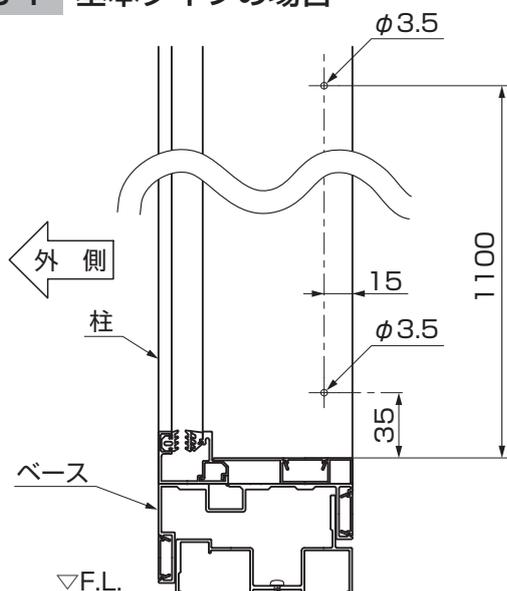
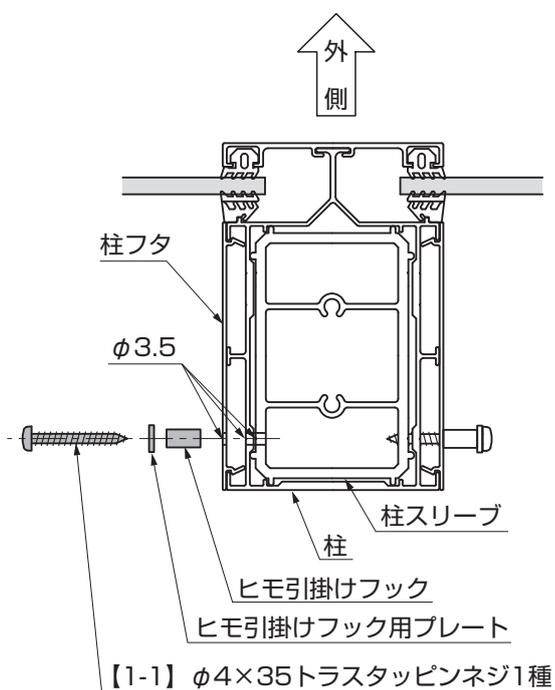

図3-1
図3-2
- ① 柱フタ、柱、柱スリーブに、 $\phi 3.5$ の穴をあけてください。(図3-1、図3-2参照)
- ② ヒモ引掛けフック、ヒモ引掛けフック用プレートを柱に、【1-1】で取付けてください。(図3-2参照)